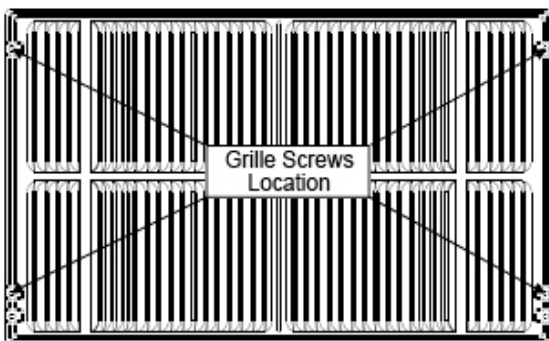

Fig. 2
4. Si la unidad no ha sido pre-perforada (algunos modelos), con cuidado perforo 4 orificios de 1/8" en la parrilla y en el lado de la pestaña de la unidad aproximadamente de 1 1/2" a 2" de la parte superior y de la parte inferior como se muestra en las Fig. 2 y 3.